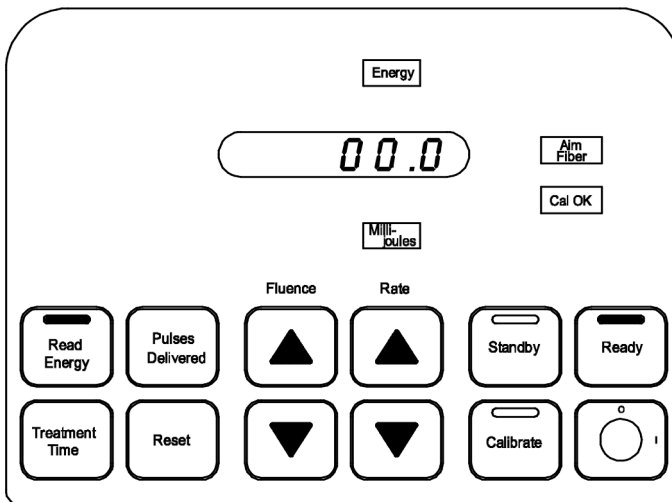

Afbeelding 11
7. Terwijl de laserfunctie van het Excimer lasersysteem in bedrijf is, wordt de totale behandelingsduur bijgehouden. Om de behandelingsduur weer te geven, stopt u de laserfunctie en drukt u op de knop **Behandelingsduur** (Treatment Time). De indicator **Min-Sec** brandt en de totale behandelingsduur wordt op het display weergegeven. (afbeelding 11)